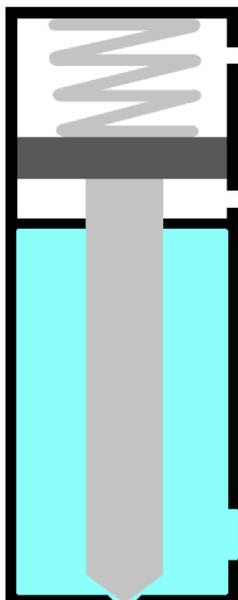
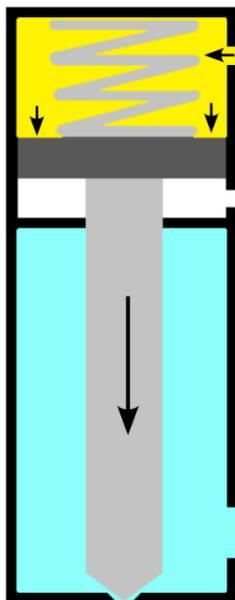
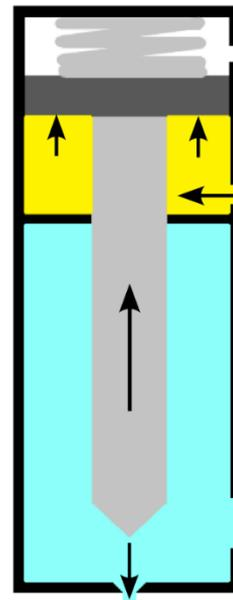

Figura 03 – Fase a riposo singolo effetto
Figura 04 – Fase riposo doppio effetto
Figura 05 – Fase dosaggio
Nel caso di semplice effetto, ciò che tiene chiusa la valvola è la molla, quindi la pressione fluidica deve essere sotto alla pressione generata della molla per tenere chiusa la valvola (Figura 03). Il fluido si trova all'ingresso fluidico, il cui ingresso è bloccato dallo spillo, tenuto in posizione dalla molla. Quando viene premuto il pulsante posto sull'impugnatura, il PLC invia un segnale all'elettrovalvola di cambiare stato, così da far entrare l'aria dall'ingresso di dosaggio, alzando il pistone e, conseguentemente, anche lo spillo e lasciando passare il fluido fino all'ugello (Figura 05).
Nel caso di doppio effetto, la modalità di lavoro è simile a quella di semplice effetto, solo che, oltre ad esserci la molla a tenere chiusa la valvola, è presente una pressione pneumatica dall'ingresso di chiusura della valvola (Figura 04). Questo serve nel caso in cui si debba lavorare con pressioni fluidiche superiori a quella esercitata dalla molla.
- Il fluido è in pressione nell'ingresso fluidico; nel caso di singolo effetto, con solo la molla che spinge per chiudere l'uscita del fluido (Figura 03), nel caso di doppio effetto, con anche la pressione pneumatica (Figura 04);
- Lo spillo si solleva, permettendo al fluido di uscire (Figura 05);